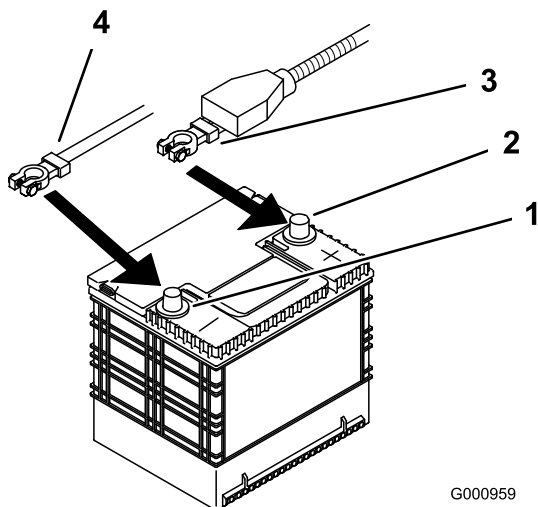

Figura 56
4. Scollegate prima il cavo negativo della batteria dal morsetto negativo (-) della batteria (Figura 56).
5. Sfilate la guaina rossa del morsetto dal morsetto positivo (rosso) della batteria. Togliete quindi il cavo positivo (rosso) della batteria (Figura 56).
4. Fissate i cavi con due bulloni (1/4 x 3/4 poll.), due rondelle (1/4 poll.) e due dadi di bloccaggio (1/4 poll.) (Figura 56).